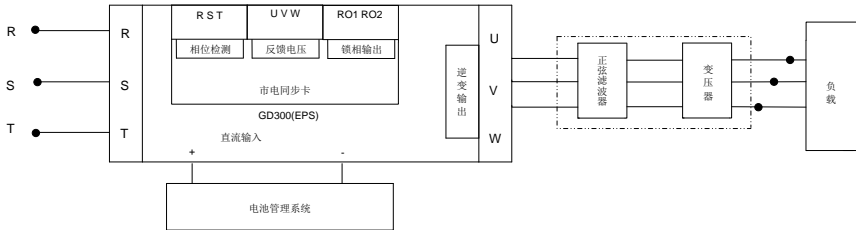

图 4.5 电压开环控制示意图
- (1) 按图 4.5 接好变频器线路图。
- (2) 按照电压控制基本参数表和电压开环控制应用参数表设置功能参数。
- (3) 若是 P20.00=1 (SPWM 模式) 时: 由于 SPWM 电压利用率较 SVPWM 低, 仅仅调高母线电压是无法提升输出电压, 若想获得 380V 线电压输出, 需要将 P20.01/P20.02/P20.03 电压调节系数修改为 115.7, 同时需要将母线电压至少提升到 621.7V, 这样才能取得同 SVPWM 控制效果。
- (4) 运行变频器, 查看输出电压有效值 (P23.03) 是否达到设置值; 当有突然加载时, 可以通过适当设置 P20.10 的补偿增益来稳定备用电源输出电压值。